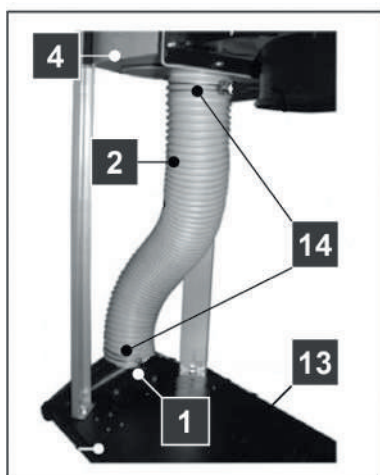

Рис. 11
- Прикрепите двумя болтами раструб (1) к основанию (13). Наденьте шланг (2) с двумя хомутами (14) на фланец корпуса вентилятора (4) и на патрубок раструба (1), затем затяните два хомута шланга (рис. 11).